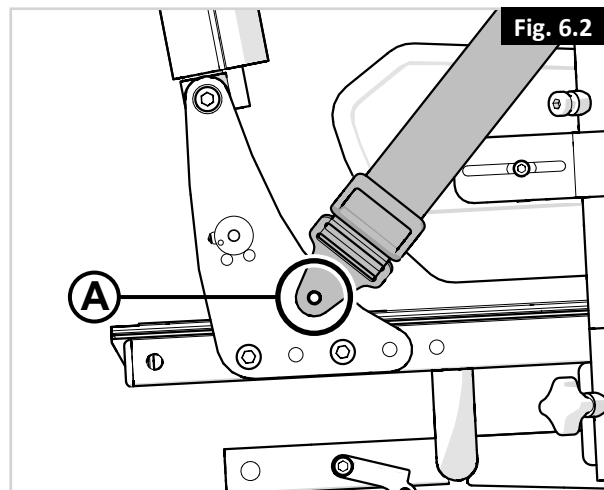

Fig. 6.2
1. Befestigen Sie (A) links und rechts mit einer Schraube am Sitzrahmen. (Fig. 6.2)